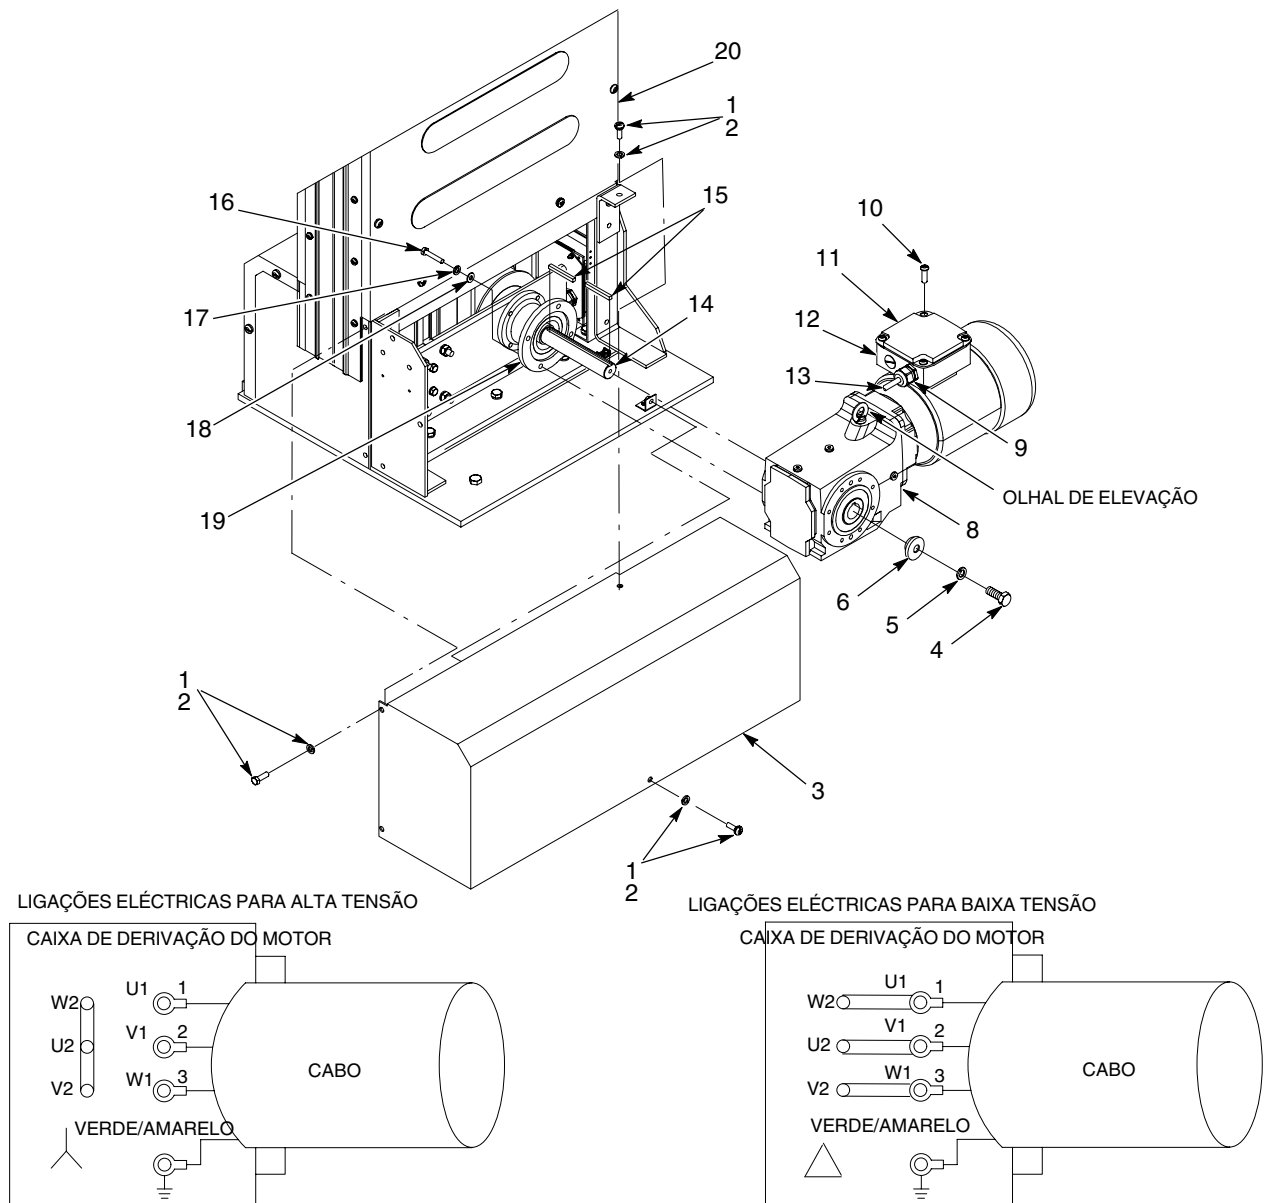

Figura 19 Substituição do conjunto do moto-reductor
1. Consulte a figura 19. Retire os parafusos (1) e as anilhas de segurança (2) que fixam o tampo (3) ao reciprocador (20).
- a. Retire os parafusos (10) que fixam a tampa (11) à caixa de derivação do moto-redutor (12).
1. Consulte a figura 19. Efectue o seguinte:
- a. Coloque as chavetas (15) no veio do conjunto de accionamento (14), como ilustrado.
- b. Verifique se a ranhura da chaveta do moto-redutor (8) está alinhada com as chavetas (15) do veio (14). Encaixe o moto-redutor no veio. Certifique-se de que não existem folgas entre a face do moto-redutor (8) e o suporte do moto-redutor (19).
- c. Fixe o moto-redutor (8) ao suporte do moto-redutor (19) utilizando as anilhas (18), as anilhas de segurança (17) e os parafusos (16). Aperte os parafusos com 25 N•m (18,5 ft-lb).
- d. Fixe o veio do conjunto de accionamento (14) ao moto-redutor (8) utilizando a anilha (6), a anilha de segurança (5) e o parafuso (4). Aperte o parafuso com 25 N•m (18,5 ft-lb).